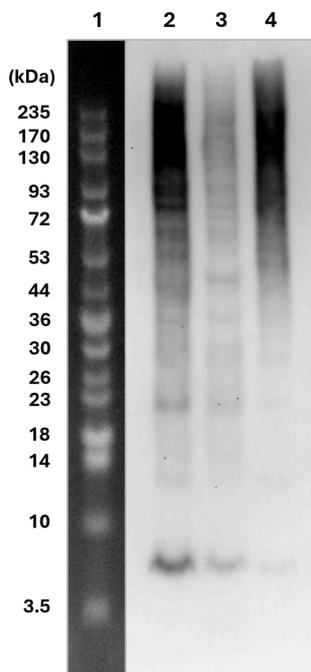

図1. 哺乳類細胞を用いた免疫沈降
図1と同様の免疫沈降アッセイから得た溶出画分を用いて、3枚の PVDF プロットを作製し、それぞれ異なるブロッキング剤・一次抗体・二次抗体（二次試薬）（以下レーン情報を参照）を組み合わせて使用した。各プロットに対して ECL 法を用いてユビキチン化タンパク質の検出を行った。レーン 3 およびレーン 4 では、ユビキチン化タンパク質に加えて、ストレプトアビジンビーズから解離した Anti-Pan Ubiquitin Monobody, Biotin が同時に検出されており（矢頭）、検出系によりシグナルパターンが異なることが確認された。
(B) 免疫沈降、SDS-PAGE、およびウェスタンブロッティングは図 1 と同様のプロトコルに従って実施した (ただし、溶出画分の希釈は省略)。